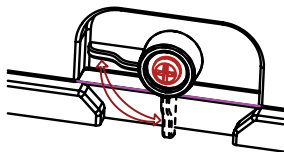

Figura 1
(1) Ruotare verso sinistra il pulsante di blocco del serbatoio dell'acqua (vedere la figura 1), quindi estrarre il serbatoio dell'acqua estraibile e versarvi lentamente dell'acqua di rubinetto pulita (figura 2). Nota: Quando si aggiunge acqua, osservare il livello dell'acqua attraverso la tacca di livello sul retro del serbatoio. Non superare il livello massimo del serbatoio dell'acqua quando si aggiunge acqua.